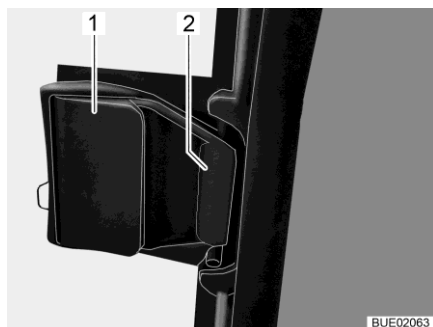

Fig. 92 Fenêtre coulissante, verrouillée
- Tirer sur l'élément de déverrouillage (Fig. 92,1). Le verrou (Fig. 92,2) s'ouvre.